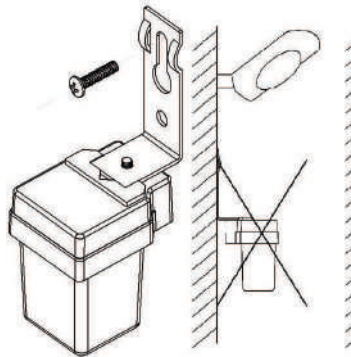

FIG.2
- Установите датчик над светильником с металлической пластиной на поверхности. Для этой цели используйте винты, прилагаемые в комплекте. / Смотрите рисунок в конце instruction. /fig.2/
- Instaloni sensor mbi luminaire me rjatë metalike në sipërfaqe. Për këtë qëllim, përdorni vinda që janë të mbyllur në kit. / Shih figurën në fund të /fig.2/ instruction. /
- Τοποθετήστε τον αισθητήρα πάνω φωτιστικό με μεταλλική πλάκα στην επιφάνεια. Για τον σκοπό αυτό, χρησιμοποιήστε βίδες που περιλαμβάνονται στο kit. / Δείτε την εικόνα στο τέλος της /fig.2/ instruction. /